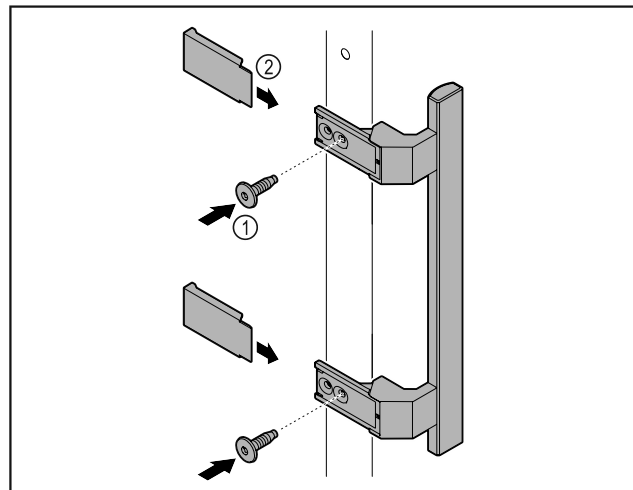

Fig. 3
- ▶ Iz paketa vzemite ročaj in ga privijte na vrata s priloženimi vijaki Fig. 3 (1).
- ▶ Namestite pokrov Fig. 3 (2).